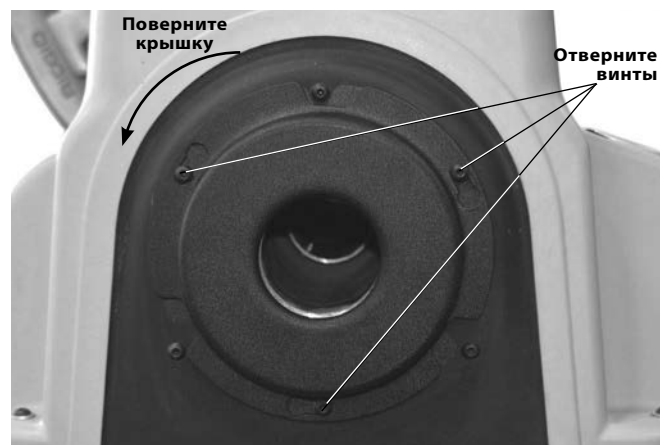

Рис. 25A – Снятие задней крышки
- a. Убедитесь, что переключатель РЕВЕРС/ВЫКЛ/ВПЕРЕД (2/0/1) установлен в положение ВЫКЛ (0), а шнур питания отсоединен от розетки.
- b. Снимите заднюю крышку. Для снятия ослабьте винты крышки и поверните крышку (рис. 25A).